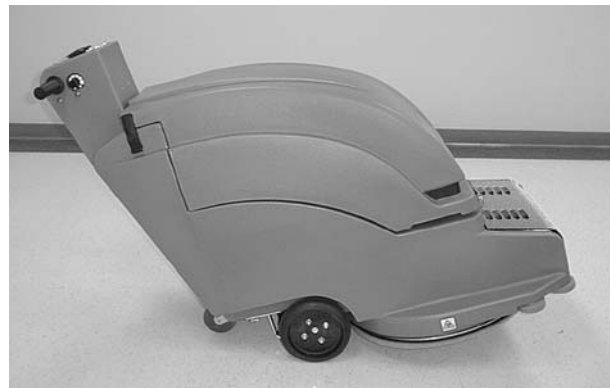

FIG. 5
- Coupez le contact de la machine et inclinez-la en prenant appui sur les roues arrière. (Figure 5).